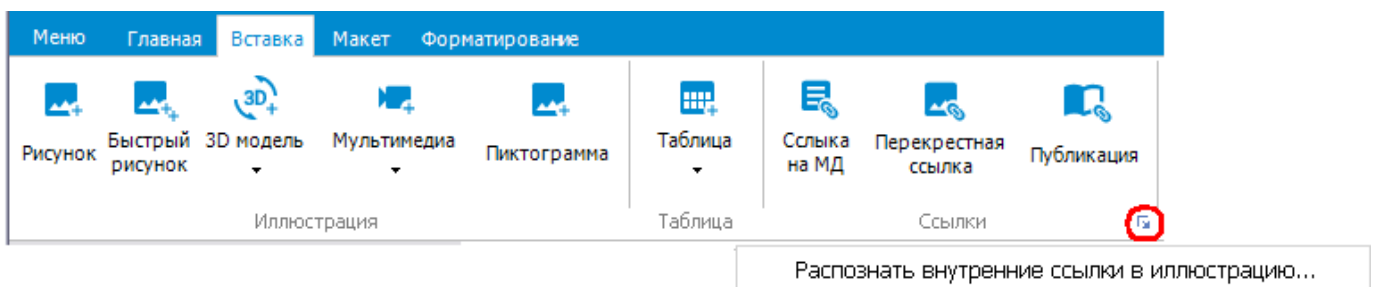
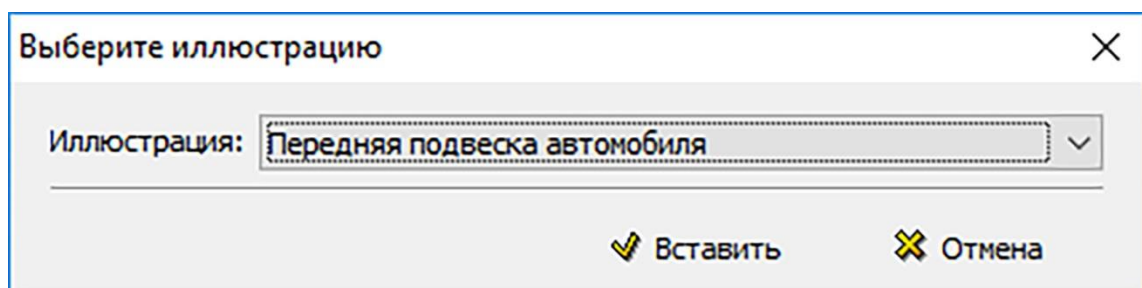

Рисунок 261
Рисунок 262
3) На инструментальной панели **Вставка** в группе инструментов **Ссылки** нажмите на кнопку  и выберите пункт **Распознать внутренние ссылки в иллюстрацию** (рисунок 261). После этого появится окно **Выберите иллюстрацию** (рисунок 262).